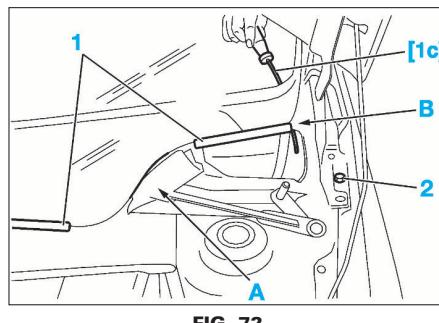

FIG. 72
- Déposer les profilés (1) de bas de pare-brise (Fig.72).
- Fixer le fil de découpe [1e] sur la fixation (2).
- De chaque côté, poser du ruban adhésif en (A) afin de protéger la feuillure.
- Faire passer l'alène [1c] à travers le cordon de colle, de l'intérieur vers l'extérieur, en (B).
- En cas de repose du pare-brise, reposer les profils (1) de bas de pare-brise (Fig.72) en prenant soin de respecter les marques sur le pare-brise.